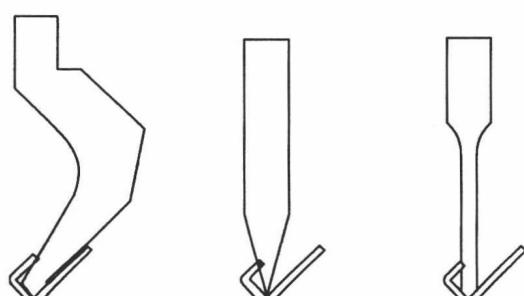

图 1-8 折弯的干涉
(4) 折弯时的干涉现象 对于二次或二次以上的折弯, 经常出现折弯工件与刀具相碰而发生干涉, 如图 1-8 所示, 黑色部分为干涉部分, 这样就无法完成折弯, 或者因为折弯干涉导致折弯变形。